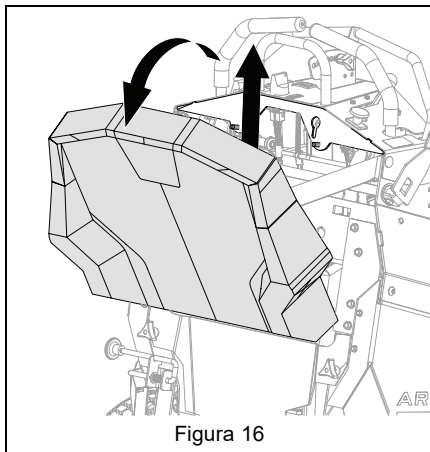

Figura 16
7. Tire de la placa hacia arriba y después hacia atrás. Consulte Figura 16.